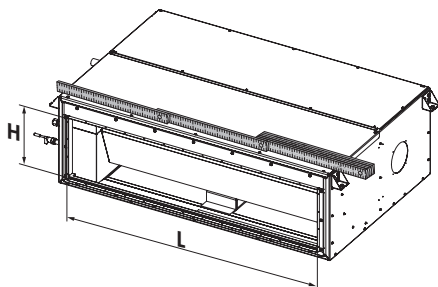

Fig. 1
1. Misurare la bocchetta di mandata della macchina canalizzata (LxH). Fig. 1
1. Measure the delivery outlet of the ducted machine (LxH). Fig. 1